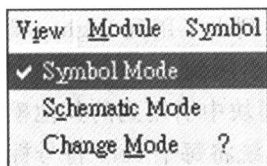

图 1.10 切换至符号模式
(6) 切换模式: S-Edit 文件中的模块具有两种模式, 一个为电路设计模块 (Schematic Mode), 另一个为符号模块 (Symbol Mode)。选择 View → Symbol Mode 命令, 如图 1.10 所示, 可切换至符号模式并会看到 core 模块的符号, 如图 1.11 所示。